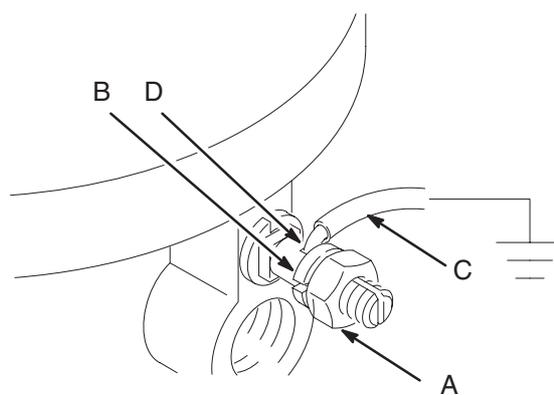

Fig. 1
- **Bomba:** Use un cable y una abrazadera de conexión a tierra tal como se indica en la Fig. 1. Afloje la tuerca de bloqueo (A) y la arandela (B) de conexión a tierra. Introduzca un extremo de un cable de conexión a tierra (C) de un mínimo de 1,5 mm² en la ranura del terminal (D) y apriete firmemente la tuerca de bloqueo. Conecte el otro extremo del cable a una tierra verdadera.